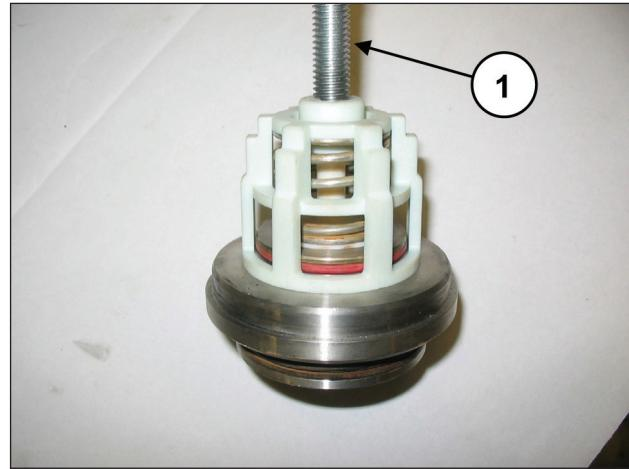

图97
拆除吸入和排出阀组，拧紧一个M10螺丝，以压住内导承，并从阀座抽出阀导承（部件号①, 图97）。